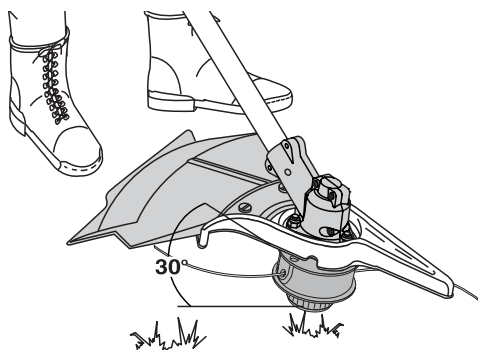

Fig. 24
Tournez entièrement l'appareil de manière à ce que l'accessoire de coupe soit à un angle de 30° par rapport au sol (Fig. 24).
- Retirez les quatre (4) vis retenant le couvercle du filtre à air/silencieux (Fig. 24). Servez-vous d'un tournevis à lame plate ou à mèche no. 20 Torx.